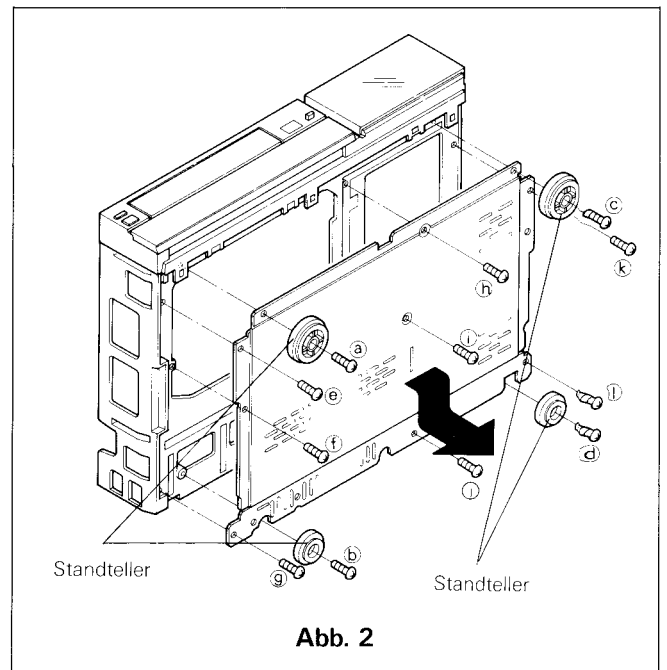

Abb. 2
- A. Entfernen Sie die vier Schrauben (a), (b), (c) und (d) und die vier Standteller. Siehe Abb. 2.
- B. Entfernen Sie die 8 Schrauben (e), (f), (g), (h), (i), (j), (k) und (l) die die Bodenplatte befestigen, wie in Abb. 2.